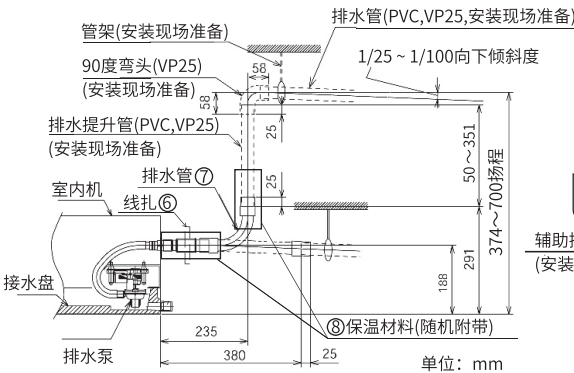

图9-1
- (1) 排水管的连接位置见图9-1、9-2。
- (2) 准备外径为32mm的聚氯乙烯管。
- (3) 用粘合剂和工厂提供的卡箍③固定聚氯乙烯管到排水管上，排水管向下倾斜为1/25 ~ 1/100。
- (4) 接好排水管后需裹保温材料⑧。